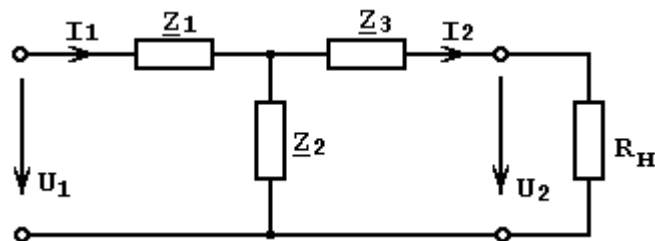

Рис.7.9. Схема нагруженного фильтра
6.1. Изобразим схему нагруженного фильтра (рис.7.9)